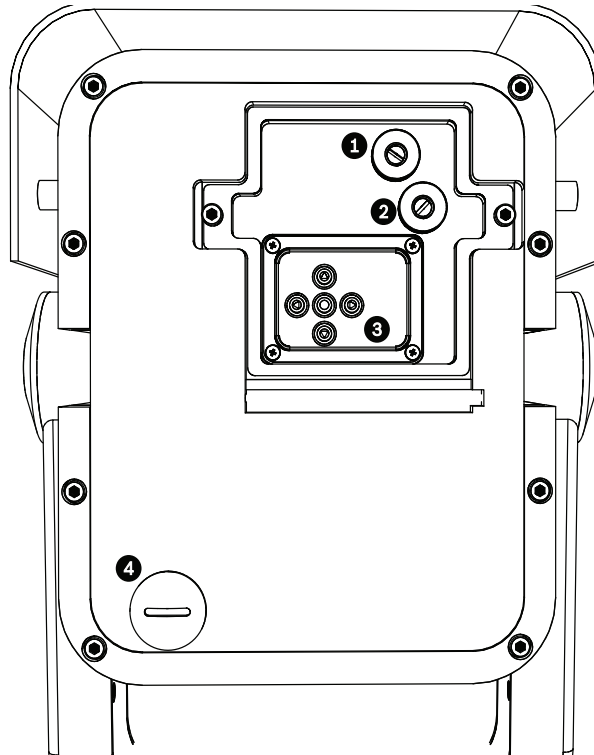

Bild 6.2 Kamera und LED
3. Öffnen Sie die Bodenplatte. Jetzt können Sie die Bedienelemente für Fokus, Brennweite und LED-Neigung anpassen (siehe *Bild 6.2* unten).
- Verwenden Sie die obere Stellschraube (Element 1, *Bild 6.2*), um den Bildfokus anzupassen:
- Verwenden Sie die untere Stellschraube (Element 2, *Bild 6.2*), um die Brennweite (eng oder weit) anzupassen: